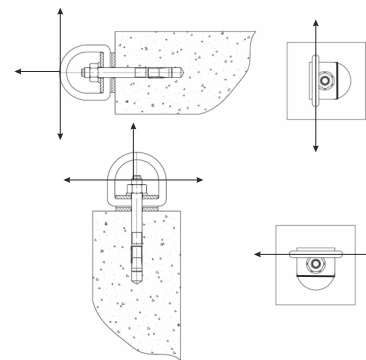
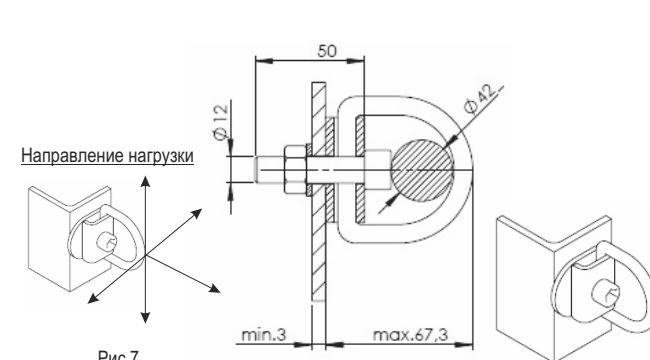

Рис.5
Рис.6
2. Установка анкерной точки должна проводиться в соответствии с правилами выполнения механических и строительных соединений. Для соединения следует использовать болты M12, изготовленные из нержавеющей стали класса не менее A2/70. Длину болтов следует подбирать в соответствии с толщиной соединяемых элементов (примеры монтажа - рис.5 и рис.6).